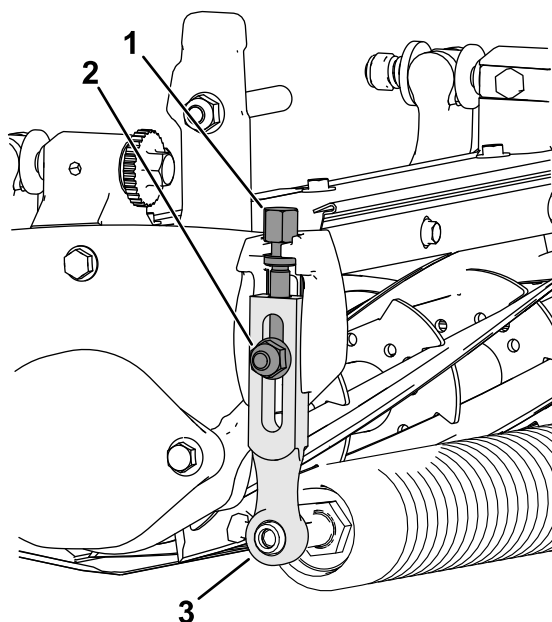

Figure 9
1. Desserrez les contre-écrous qui fixent les bras de réglage de hauteur de coupe aux plaques latérales de l'unité de coupe (Figure 9).